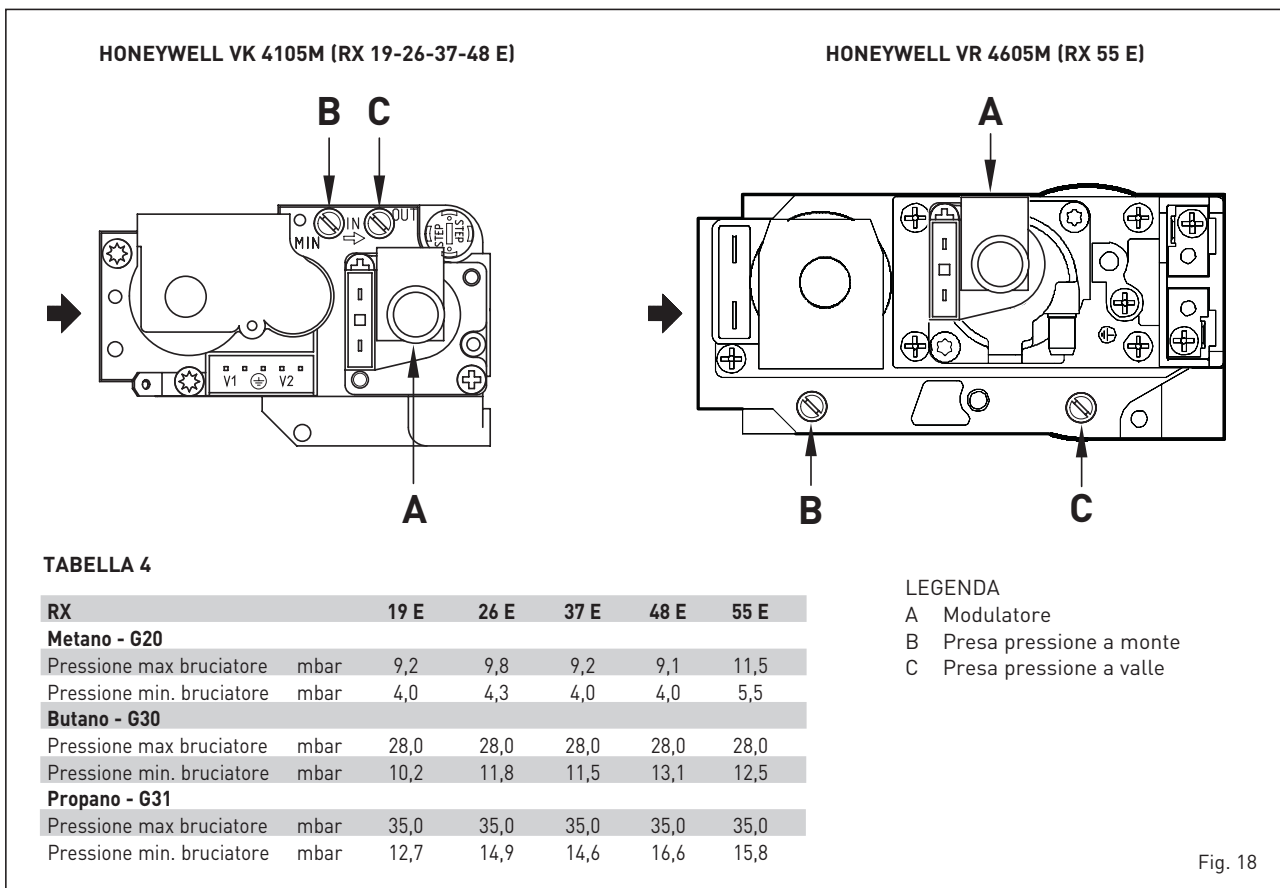

Fig. 18
4.1 VALVOLA GAS (fig. 18)
- Collegare la colonnina o un manometro alla presa di pressione a valle della valvola gas (C fig. 18).
- Togliere il cappuccio (1) del modulatore.
- Regolare la pressione massima agendo sul dado (3) e ricercare il valore della pressione massima indicato in **Tabella 4** (fig. 18).
- Tenere bloccato il dado (3) e girare la vite (2) per ricercare il valore della pressione minima indicata in **Tabella 4** (fig. 18).
- Rimettere il cappuccio in plastica (1) sul modulatore e sigillare il tutto eventualmente con goccia di colore.